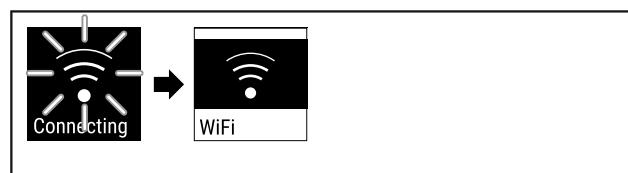

Fig. 86
- Vytvorí sa pripojenie (pozri Fig. 86).